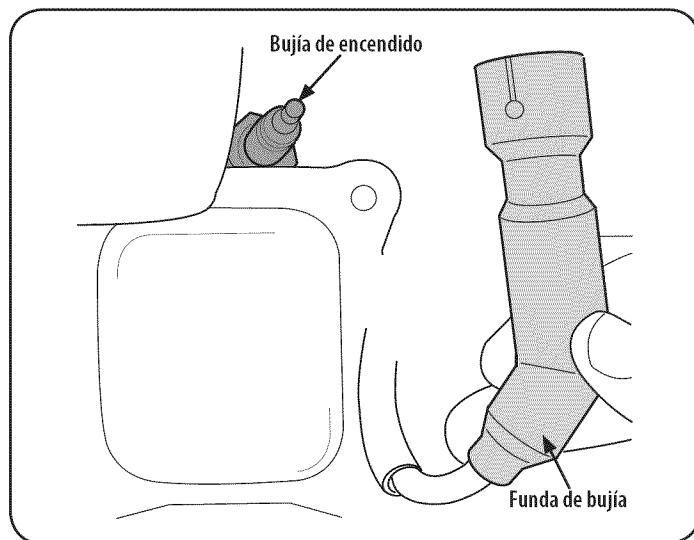

Figura 18
1. Retire la funda de la bujía y utilice una llave para bujías para extraerla, Figura 18.